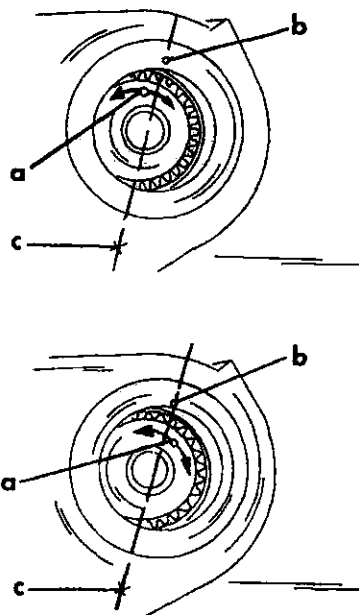

Рис. 249. После регулировки нанесенные перед снятием кернения смещаются.
• После установки рассмотреть метки на торсионе и продольном рычаге. Метки теперь не должны совпадать, то есть метка на торсионе должна быть смещена на то число зубьев, которое потребовалось для изменения клиренса автомобиля. Рис. 249 поясняет сказанное и предлагает дополнительное